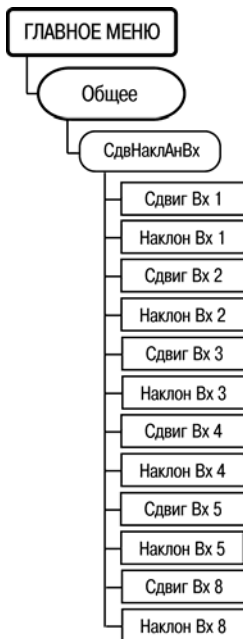

Рисунок 6.24
6.13.9 Параметры, определяющие коррекцию измеренных характеристик, задаются через пункт меню **//Общее/СдвНаклАнВх. {N} = 1 – 5, 8** (рисунок 6.24) для аналоговых входов 1 – 5, 8 соответственно.